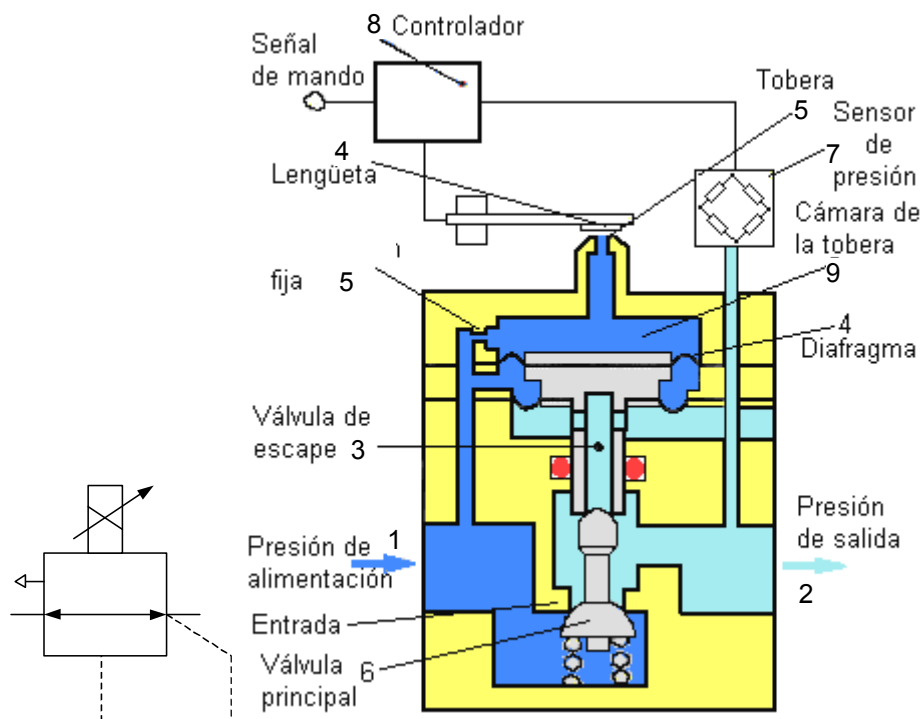

Figura 8-4. Válvula proporcional de presión.
Una tensión de alimentación de consigna hace que una lengüeta (4) (figura 8-4) ocupe una determinada posición ante una tobera (5), de tal manera que salga a escape un cierto caudal de aire, y se obtenga un determinado equilibrio, en el que la válvula principal (6) adquiera una determinada posición.